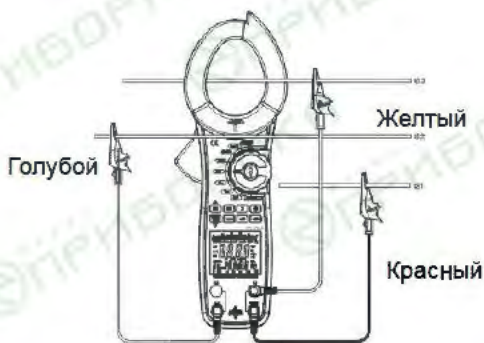

Рис. 15
- При измерении по схеме «3 фазы, 3 провода» удерживать **SEL** в течение 5 секунд, прибор отображает $3\phi 3W$. Нажать **SEL** повторно в течение 5 секунд для выхода из режима измерения «3 фазы, 3 провода». Подключение прибора по этой схеме измерения показано на рис. 15.
На рис. 15 $\Sigma W = W_2 + W_3$.